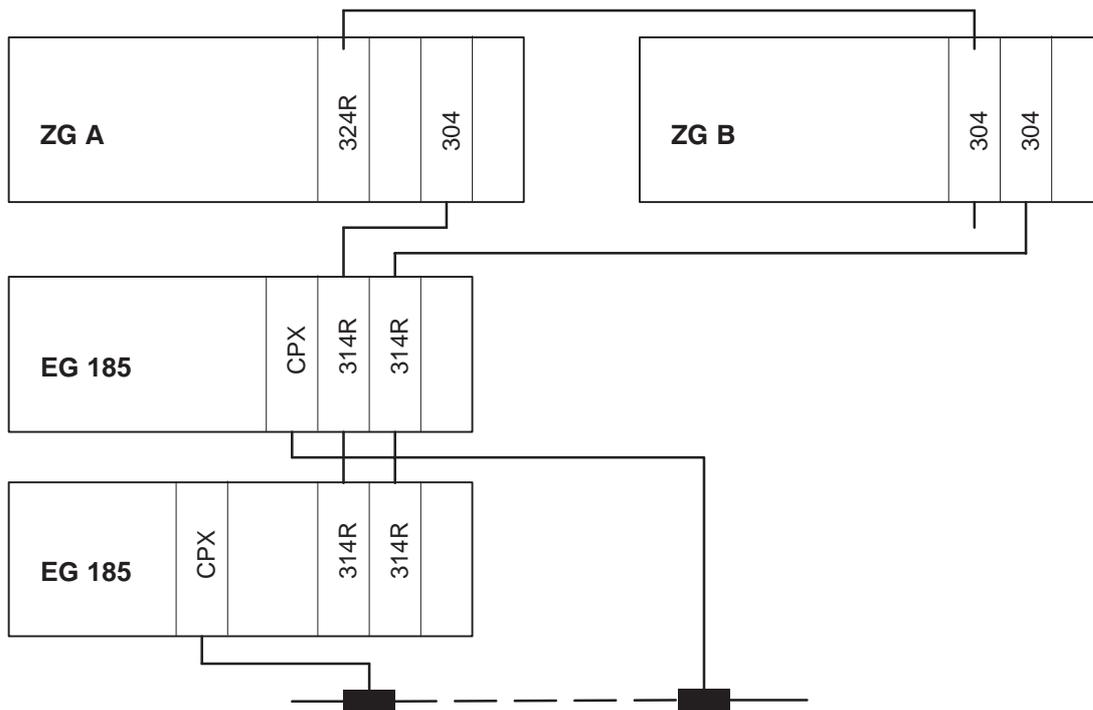

Bild 5-3 Geschalteter redundanter CP-Betrieb (Variante b)
- b) geschaltet redundanter CP-Betrieb (Bild 5-3)